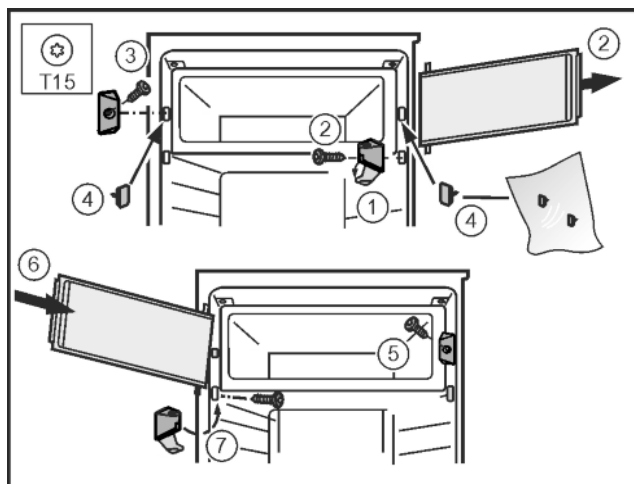

Fig. 13
- Зніміть кришку на опорному кронштейні. Fig. 13 (1)
- Зніміть дверцят морозильної камери: Відкрутіть опорний кронштейн викруткою T15. Fig. 13 (2)
- Відкрутіть кінцевий замок викруткою T15. Fig. 13 (3)
- Закрийте отвори, які звільнилися, пробками, що входять у комплект. Fig. 13 (4)
- Закрутіть кінцевий замок викруткою T15. Fig. 13 (5)
- Встановіть дверцят морозильної камери згори. Fig. 13 (6)
- Встановіть опорний кронштейн і закрийте кришку. Fig. 13 (7)